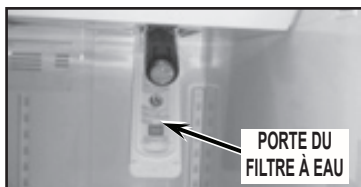

FIGURE 3
5. Identifier la porte du filtre à eau; déposer le filtre à eau (conserver le filtre à eau). Voir la *Figure 3*.